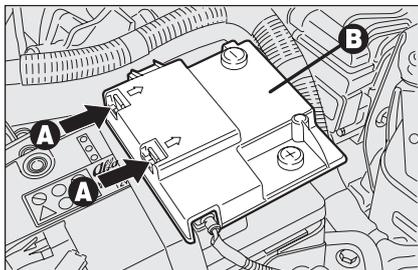

fig. 54
- agire sulle mollette di ritegno **A-fig. 54** e rimuovere il coperchio di protezione **B**;